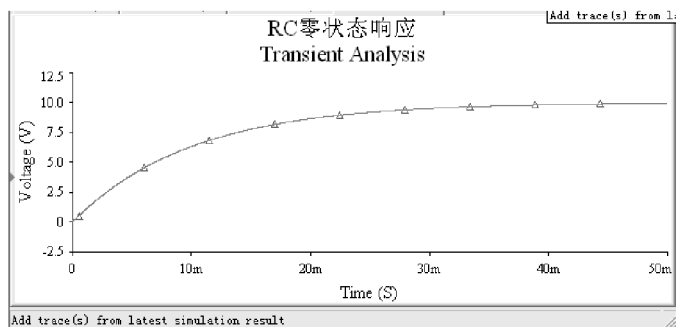

图 6-3 零状态响应曲线
3) 单击仿真按钮, 即可得到 RC 电路零状态响应曲线, 如图 6-3 所示。